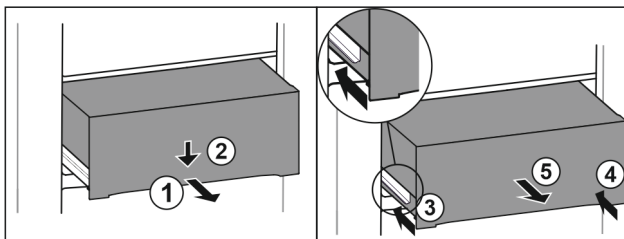

Fig. 144
- ▶ Tirer le tiroir jusqu'à mi-chemin. Fig. 144 (1)
- ▶ Appuyer sur l'avant du tiroir vers le bas. Fig. 144 (2)
- ▶ Insérer le rail gauche d'env. 2 cm. Fig. 144 (3)
- ▶ Insérer le rail droit d'env. 2 cm. Fig. 144 (4)
- ▶ Retirer le tiroir par l'avant. Fig. 144 (5)